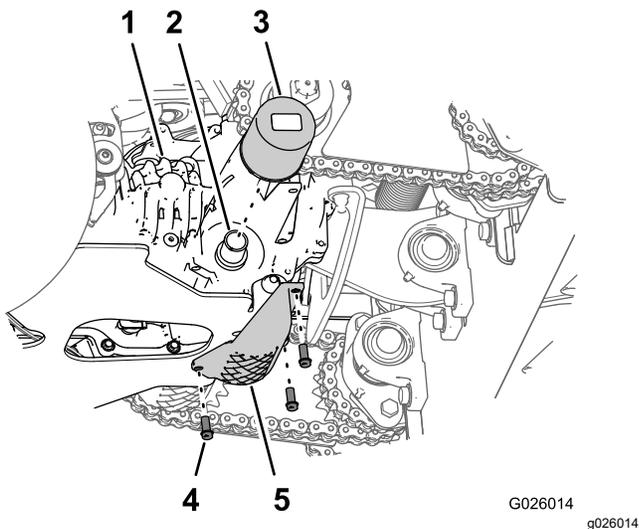

Figura 57
3. Retire los 3 pernos con arandela prensada (1/4" x 3/4") que sujetan el protector del filtro a la transmisión y retire el protector (Figura 57).
4. Limpie la zona alrededor del filtro de la transmisión (Figura 57).
6. Gire el filtro en sentido antihorario y retire el filtro (Figura 57).
8. Para instalar el filtro, gírelo en sentido horario en el adaptador del filtro hasta que la junta entre en contacto con el adaptador, luego apriete el filtro entre 3/4 de vuelta y 1 vuelta más (Figura 57).
9. Instale el protector del filtro con los 3 pernos con arandela (1/4 x 3/4 pulgada) que retiró en el paso 3 (Figura 57) y apriete los pernos a 1117-1243 N-cm (90-110 libras-pulgada).